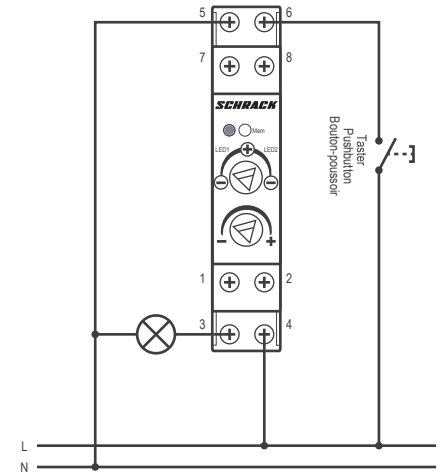

Fig.1
- Fig. 1: Konventionelle Installation.
OPERATION**Working with wired pushbutton (Master mode): Fig. 1**
- Fig. 1: Typical installation.
FONCTIONNEMENT**Fonctionnement avec un bouton-poussoir câblé (en mode Maître): Fig. 1**
- Figure 1: Installation simple.